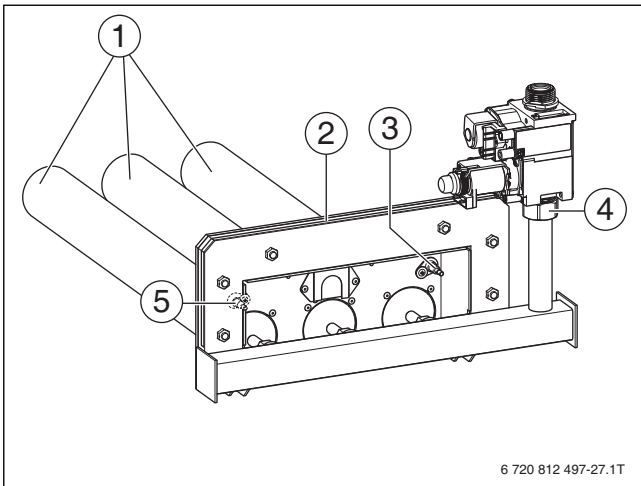

Рис. 39 Чистка горелки
- ▶ Присоедините клапан резьбовым соединением [4] с моментом затяжки 60-65 Н*м, ориентируя его относительно фланца горелки (→ рис. 39, стр. 35).